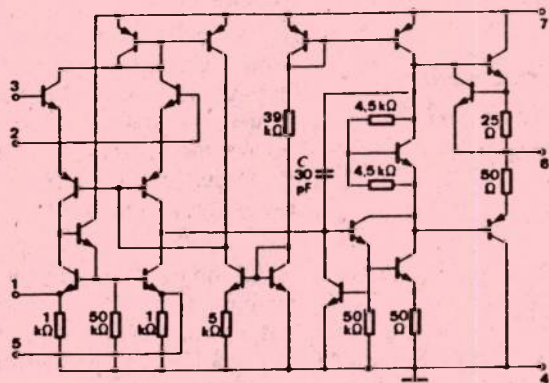

Fig. 6.
La figure 6 représente le schéma interne d'un amplificateur opérationnel intégré du type 741. L'entrée différentielle se trouve aux points 2 et 3, la sortie en 6. Le circuit est alimenté entre les points 4 et 7.
Sa représentation symbolique sur un schéma peut être tout simplement un triangle avec deux entrées et une sortie (fig. 6-A). Parfois la représentation est plus compliquée (B). Nous en aurons plus loin l'explication.